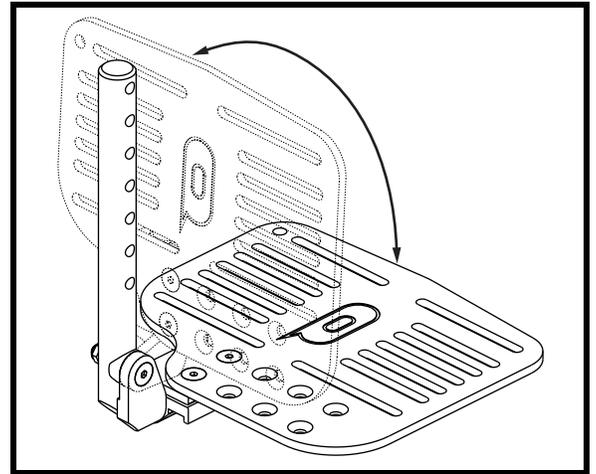

Figure 28. Pour relever les palettes
Les palettes possèdent deux réglages distincts: l'angle et la profondeur. La profondeur peut être réglée sur quatre (4) positions à 2.54 cm (1 po) d'interval. Si la position de la palettes est inversée, vous pouvez ajouter 2 cm (0.75 po) de profondeur totale vers l'avant ou vers l'arrière. **Voir la figure 28.** De plus, les palettes peuvent être relevés pour faciliter les transferts. **Voir la figure 28.**